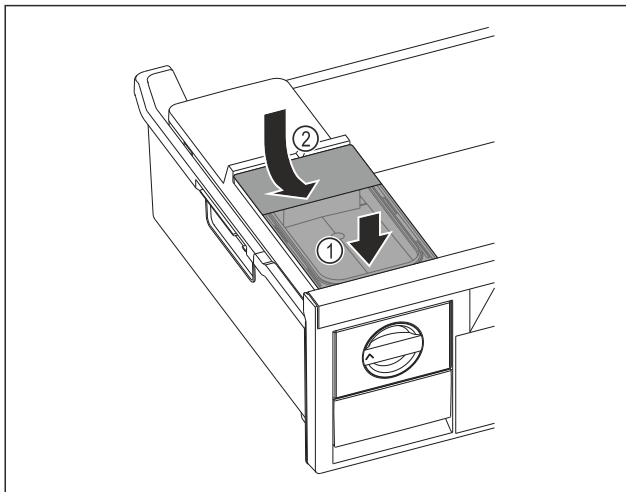

Fig. 30
- ▶ Watertank aan de voorkant plaatsen. Fig. 30 (1)
- ▶ Watertank aan de achterkant laten zakken. Fig. 30 (2)